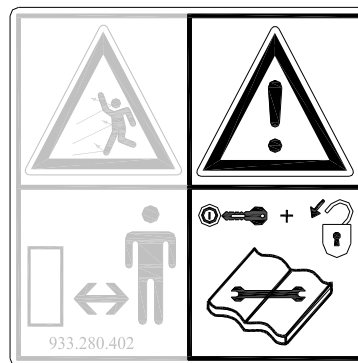
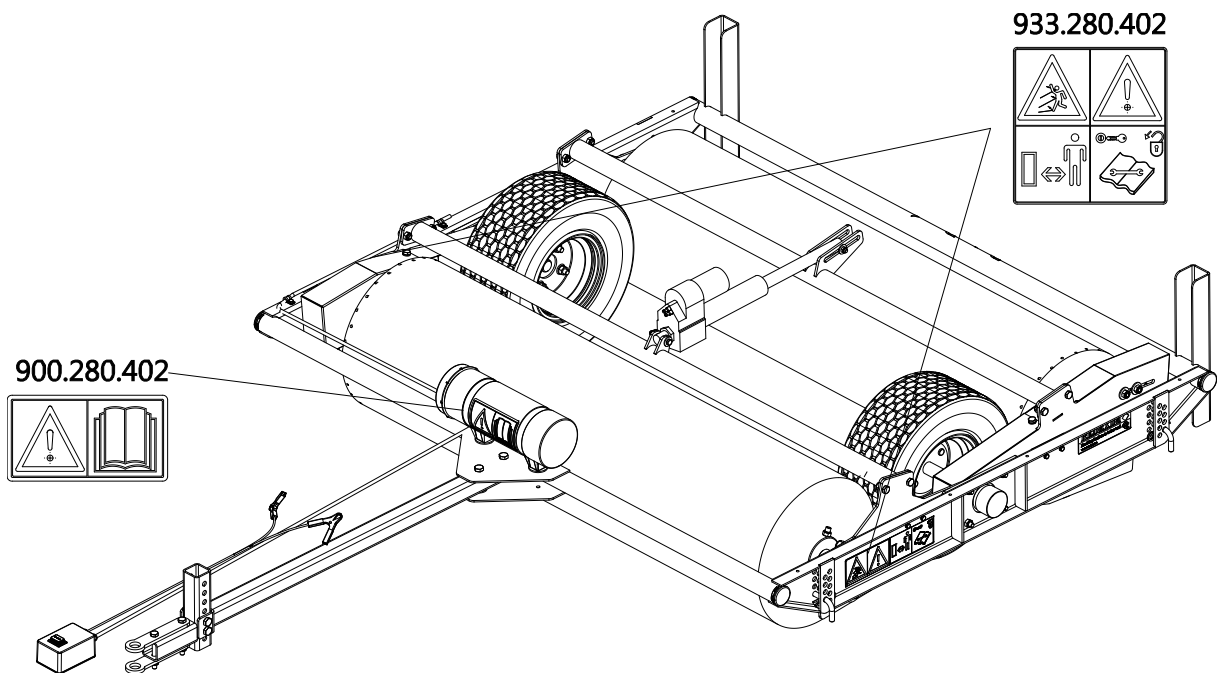

Fig. 2
Fig. 5
Durante i lavori di manutenzione, regolazione e riparazione, **spegnere sempre il motore della motrice, togliere la chiavetta d'accensione dal contatto.** (Fig.2)
Su entrambi i lati della Speed-Brush sono presenti (Fig. 5) adesivi di sicurezza (Fig. 2,3,4) con un significato simile. Questi adesivi di sicurezza devono essere sempre ben visibili e leggibili, e, se danneggiati, devono essere sostituiti.
(7) Posizione degli adesivi di sicurezza. (Fig. 5)